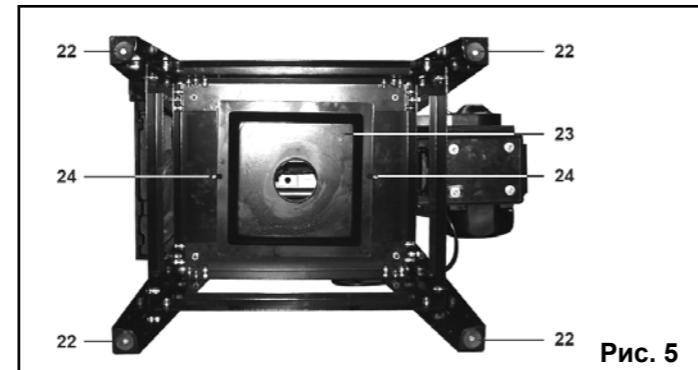

Рис. 5
- 8.1.2. Как показано на Рис. 5 установите и закрепите винтами с планками (24) щиток с патрубком пылесборника (23).